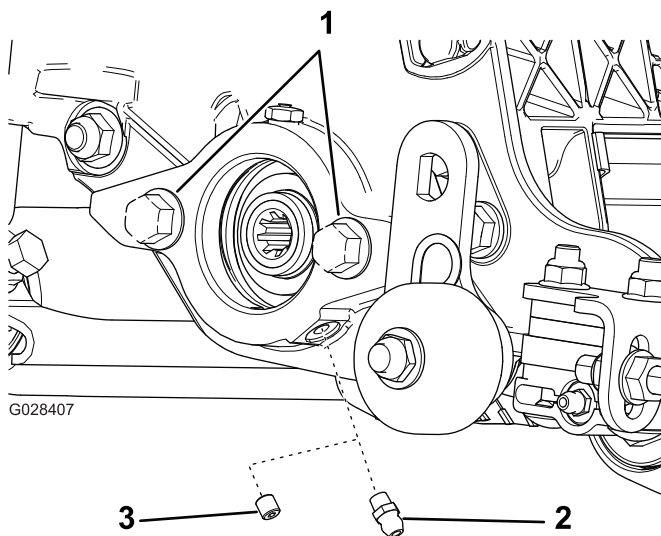

Figure 5
1. Retirez et mettez au rebut la vis de fixation sur la plaque latérale du moteur de cylindre (Figure 5).
2. Montez les graisseurs droits (Figure 5).
3. Si la plaque latérale du moteur de cylindre ne possède pas de boulons, mettez-les en place (Figure 5).